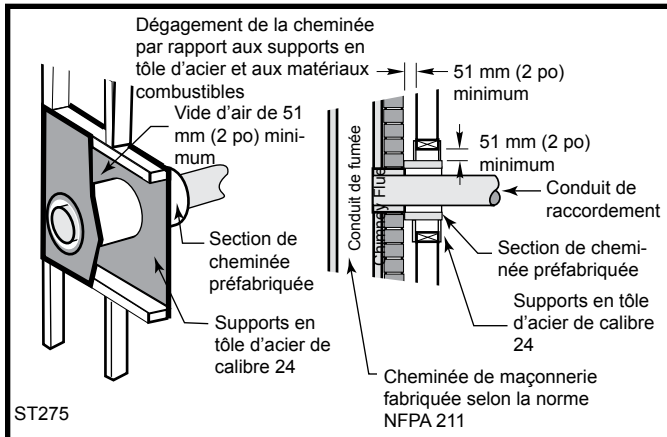

Fig. 12 Traversée murale munie d'une gaine ventilée en acier.
- Insertion d'un conduit de raccordement dans une section de cheminée à isolant solide fabriquée en usine de 230 mm (9 po) de diamètre comportant un vide d'air entre la section de la cheminée et les combustibles. (Fig. 12)